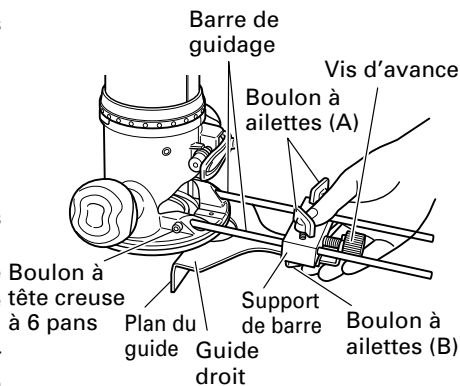

Fig. 13
① Insérer la barre de guidage dans l'orifice du support de barre, puis serrer légèrement les 2 boulons à ailettes (A) sur le dessus du support de barre.
② Insérer la barre de guidage dans l'orifice du socle, puis serrer à fond les deux boulons à tête creuse à 6 pans (accessoires standard).
③ Effectuer les réglages fins de la dimension entre la mèche et la surface du guide, puis serrer à fond les deux boulons à ailettes (A) sur le dessus du support de barre, et le boulon à ailettes (B) de fixation du guide droit. (Fig. 13)